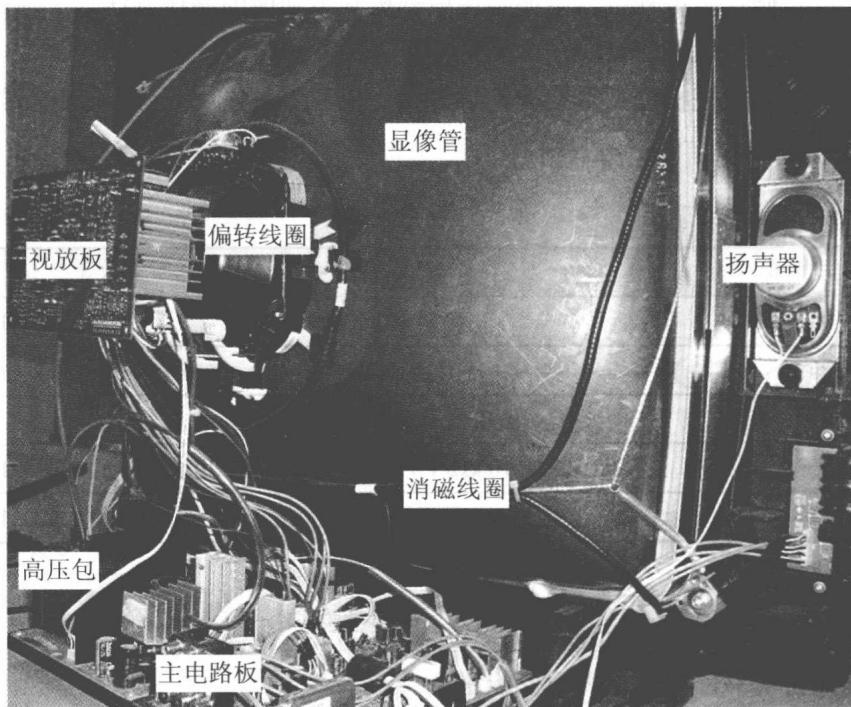

图 1-11 彩电整机实物图
- (1) 对照说明书，熟悉电视面板旋钮。
- (2) 将电视信号（由 VCD、有线电视或其他电视信号发生器产生）送至电视机天线输入端。
- (3) 插上电源线，开机。
- (4) 阅读说明书，通过手动搜索操作将信号图像储存于频道 2 中；观测图像是否稳定、清晰，彩色是否逼真，伴音是否正常；调节音量、亮度、色度和对比度，熟悉各按钮的基本功能，能正常操作电视机。记住电视机正常工作情况下的各种状态。如一切正常则关机，并拔掉电源线。
- (5) 拧掉电视机后盖上的所有螺钉，注意天线输入端与后盖衔接处的螺钉也要松开，然后用双手握住后盖向后轻轻使力，直至打开后盖。注意：① 打开后盖前应清除电视机底板上的杂物，避免通电时引起底板短路；② 卸除后盖时，后盖不能碰击显像管颈部；③ 卸除后盖后，电视机要搁置稳定，显像管颈部应朝向隐蔽处，以避免受到撞击；④ 拆卸底板时，要注意电视机的整机结构；⑤ 非经允许，不准调整底板及视放电路板上的开关和电位器，以免影响电视机整机性能；⑥ 电视机内部许多地方带有高压电，通电测试或维护时，不要随意用手触摸，以免触电；⑦ 如电视机整个底板均带电，开机检测时应采用 1:1 的电源隔离变压器。
(6) 将后盖、螺丝放置于合适的地方，开始观测主要部件，如显像管、偏转系统，注意显像管及偏转系统的结构特点及与之相连的其他附件的外形。仔细观察电路主板，找到行输出变压器、高频调谐器、开关变压器等主要部件，同时熟悉其他电路板与其他器件。彩电整机实物图如图 1-11 所示。